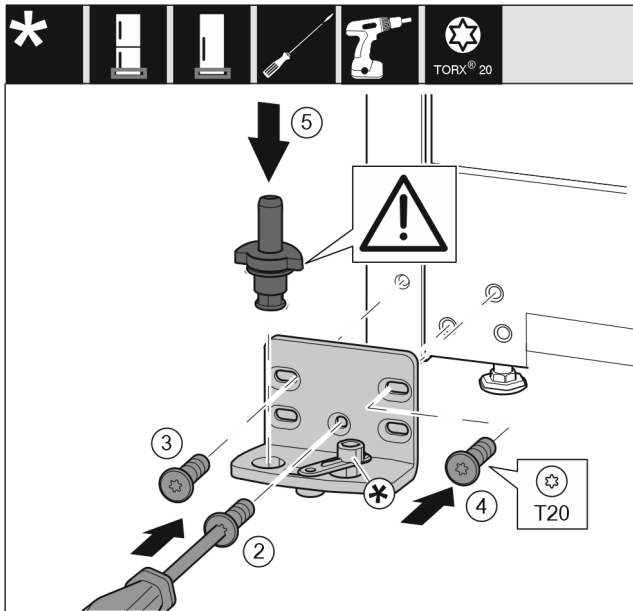

Fig. 18
- Helyezze fel a csapágybakot a másik oldalra, és csavarozza fel csavarhúzóval. Kezdje alul, a középső csavarral Fig. 18 (2).
- Húzza meg a csavart Fig. 18 (3) és a csavart Fig. 18 (4).
- Helyezze be teljesen a csapszeget Fig. 18 (5). Ügyeljen közben arra, hogy a reteszelő bütyök hátrafelé mutasson.